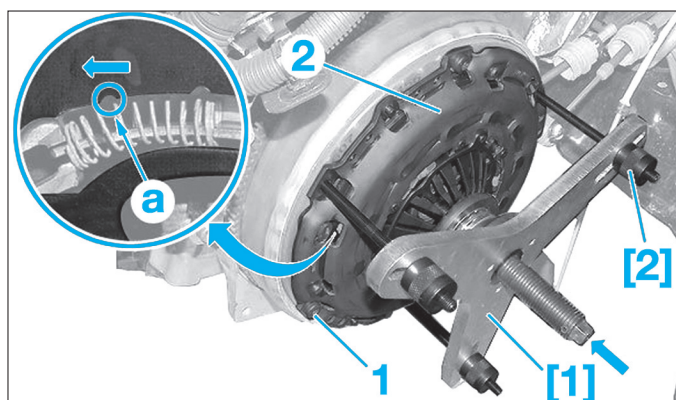
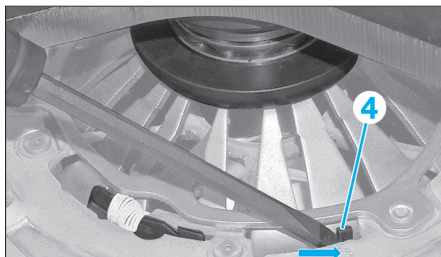

Fig. 2
Fig. 3
- Déposer trois vis de fixation (une vis sur deux) pour positionner les outils [1] et [2] sur le mécanisme d'embrayage (Fig.2).
- Reposer le mécanisme d'embrayage (2) sans le disque d'embrayage (Fig.2).
- Positionner les outils [1] et [2] sur le mécanisme d'embrayage (2).
- Visser les trois tiges de maintien [2] à la place des vis (1).
- Comprimer le mécanisme d'embrayage (2).
- Maintenir les ressorts de rattrapage de jeu comprimés en exerçant une poussée sur l'index (4) (Fig.3) puis dévisser de quelques tours la vis (flèche) de l'outil [1] pour détendre le mécanisme d'embrayage (Fig.2).